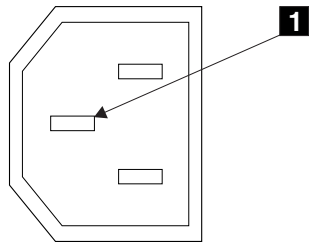

Figura 2. Patilla de toma de tierra
6. Compruebe la continuidad entre el bastidor del SAN Volume Controller 2145-8F2 y la patilla de toma de tierra de cada conector de alimentación principal. La patilla de toma de tierra se muestra con un **1** en la Figura 2.